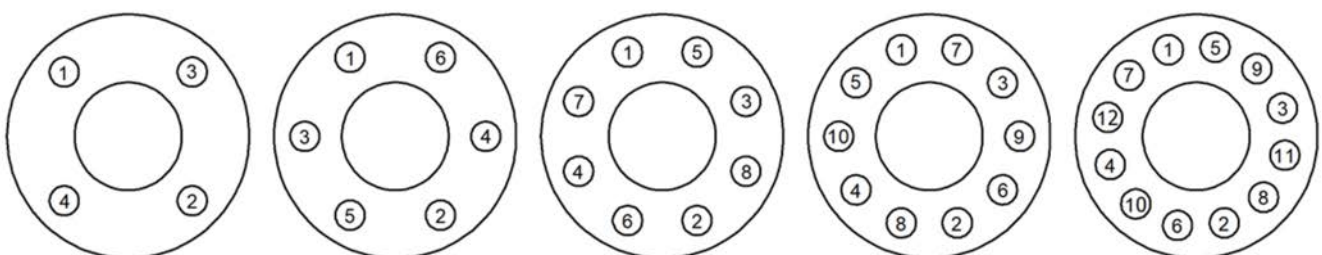

Abb. 2 Abfolge beim Festziehen
Um die Gleichmäßigkeit der Last und der Ausrichtung zu gewährleisten, müssen die Schrauben der Flansche gekreuzt und nach und nach festgezogen werden, wie in Abb.2 angegeben
- ◆ Die Mutter (10) lösen und die Schrauben (15) vollkommen aufschrauben.
- ◆ Den Oberteil (9) und den ganzen Schieber (3)
- ◆ Den Sitz „Quick-Change“ (2) herausziehen und den O-Ring (1) austauschen
- ◆ Den neuen Schieber in den Oberteil (9) einführen, wobei darauf zu achten ist, dass der Schaft mit Silikonöl geschmiert wird.
- ◆ Die Dichtungen des Gehäuses (11) sind immer auszutauschen, wobei die Auflageflächen genau gereinigt werden müssen.
- ◆ Die Muttern (15) gekreuzt und nach und nach festziehen, wie im Beispiel in Abb.2 in Abschnitt 2.01 angegeben, wobei die in Kapitel 5 angegebenen Anzugsdrehmomente zu verwenden sind